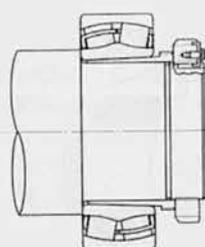
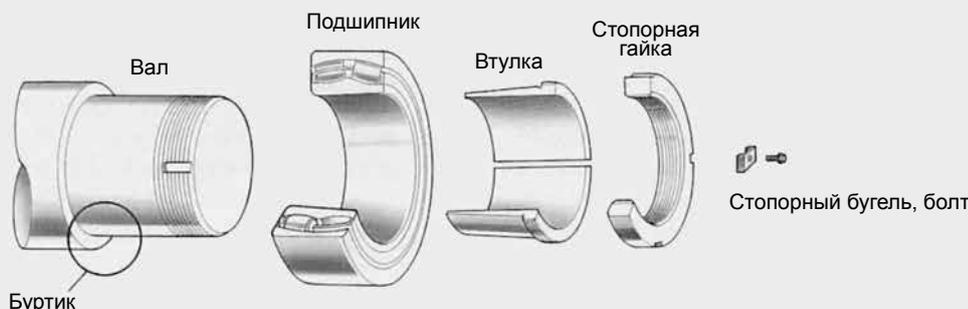

Рис. 6.15 Вид в собранном состоянии
Рис. 6.16 Способ стопорной гайки
- 1) Способ стопорной гайки (Рис. 6.15 и Рис. 6.16)